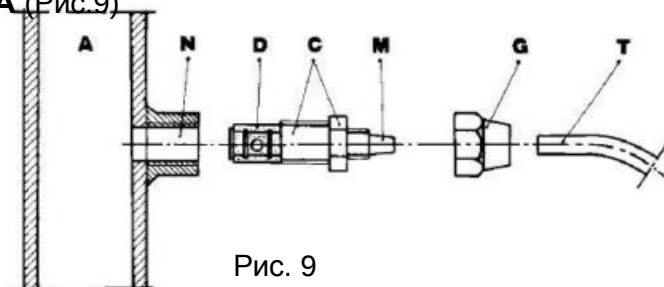

Рис. 9
g. – Выберите наиболее подходящее место для врезки в систему и установите в нем коннектор (или тройник) с внутренней резьбой 3/8" (BSPm). Данный коннектор (или тройник) не входит в комплект поставки насоса. Вкрутите в этот коннектор клапан впрыска реагента, как показано на рис. 9. Затем подсоедините шланг сброса к клапану впрыска и закрутите гайку **G**. В данной ситуации клапан впрыска реагента также выполняет функцию невозвратного клапана (посредством цилиндрической муфты, установленной на клапане впрыска, выполненной из эластомера Viton, входящей в стандартный вариант поставки насоса).
3.1. СХЕМА УСТАНОВКИ КЛАПАНА ВПРЫСКА (Рис.9)